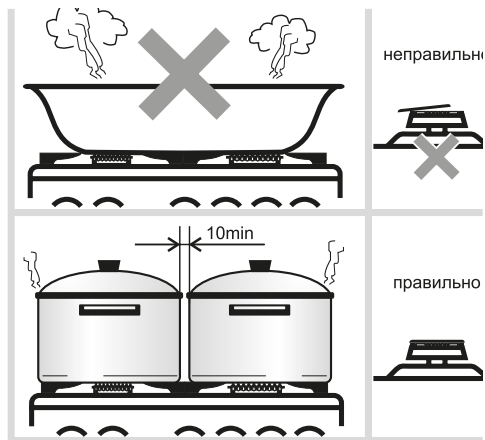

Рис.20
- Размеры посуды (см. табл. 4 и рис.20) и режим работы горелок нужно выбирать таким образом, чтобы пламя не вышло за края и не «лизало» боковые стенки.
- Запрещается устанавливать на решетки какие-либо дополнительные рассекатели пламени и пользоваться горелками со смещенными крышечками (рис. 20). Это может привести к разрушению стеклянного стола или необратимому ухудшению внешнего вида стола из нержавеющей стали.
| 6. Не работает электророзжиг - нет искры - есть искра, но не зажигает | - повреждена проводка к разряднику; - сломан корпус разрядника; - сильно загрязнен или залит разрядник; - слишком большое давление газа в сети; - смещены или не установлены горелки и/или крышки горелок. | - *заменить разрядник; - *заменить разрядник; - прочистить и просушить разрядник; - зажигать при меньшей подаче газа; - правильно установить горелку и крышку горелки (рис.20). |